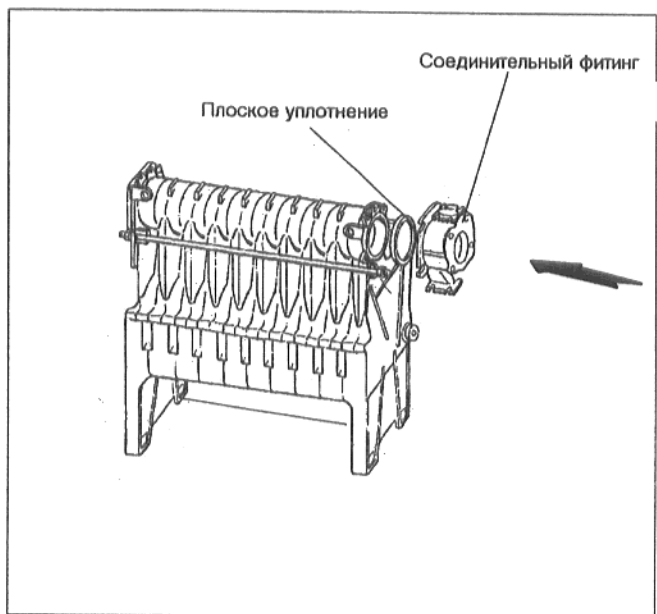
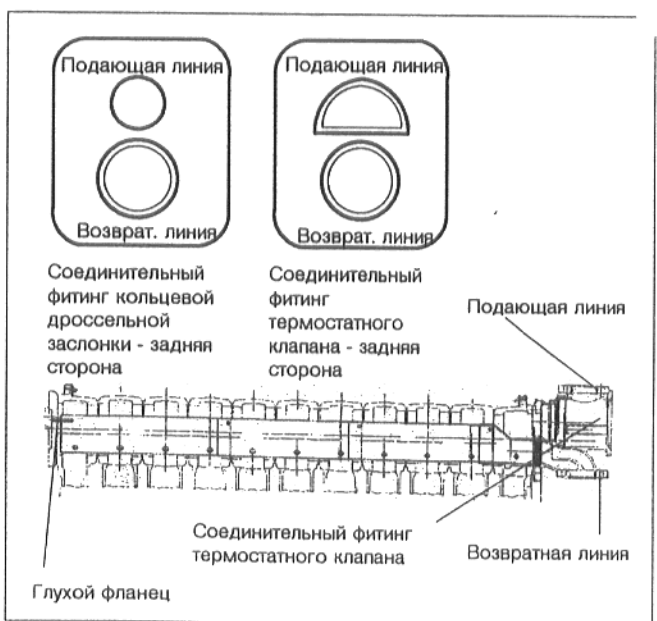

Рис. 7: Термостатный клапан
Рис. 8: Схема монтажа для типоразмера 2 × 11
- Последней монтируется передняя деталь - **Внимание! Обратить внимание на надпись справа или слева.** Полностью вдвинуть трубу, обеспечив, чтобы выступ передней детали находился в вырезе литой секции и прилегал к внутренней литой секции. Смазать наружную поверхность уплотнительного кольца на передней части трубы питания средством для улучшения скольжения (рис.8а).
- Слегка затянуть плоское уплотнение и соединительный фитинг на верхней ступице (рис. 7, монтажный материал трубного соединения). При монтаже соединительного фитинга в исполнении с **кольцевым дроссельным клапаном** самое большое по размеру отверстие (возвратная линия) должно находиться снизу (рис.8).
- Установить термостатный клапан в отверстие подающей линии присоединительного фланца (рис. 8а). Смазать уплотнительные кольца вставки термостатного клапана небольшим количеством герметика.
Рис. 8а: Установка термостатного клапана